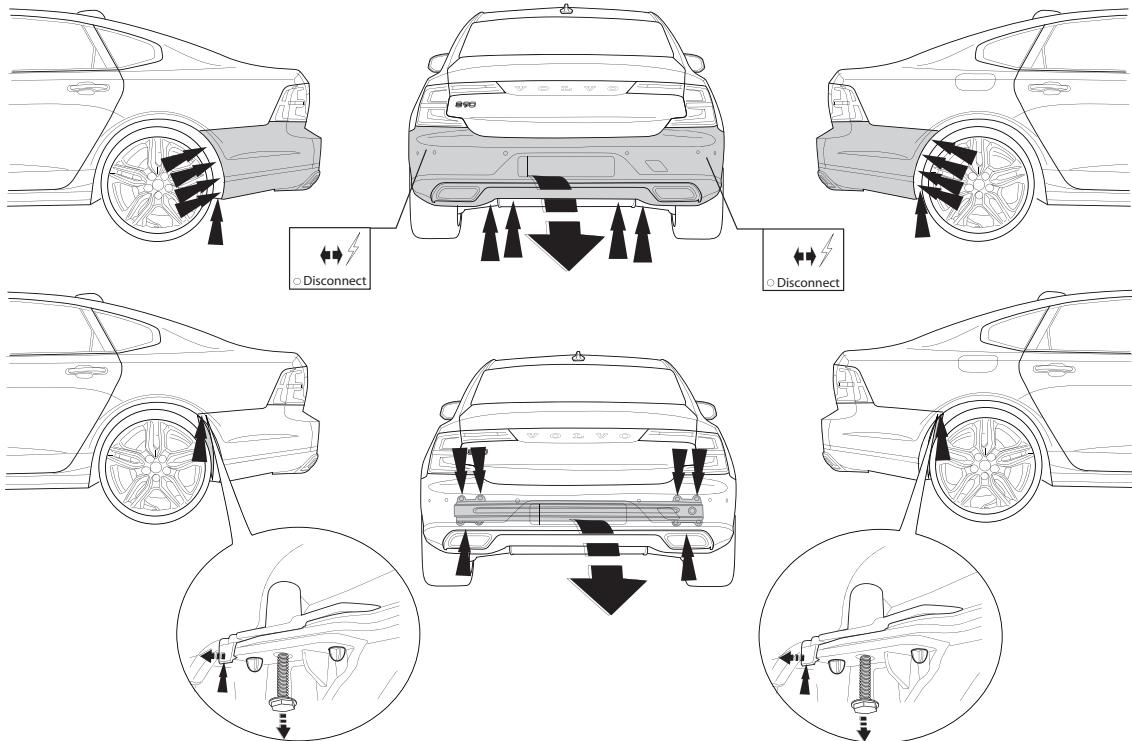

Fig. 1
1. Снять бампер вместе со стальным буферным бруском автомобиля. Буферный брус больше не понадобится. См. рисунок 1.